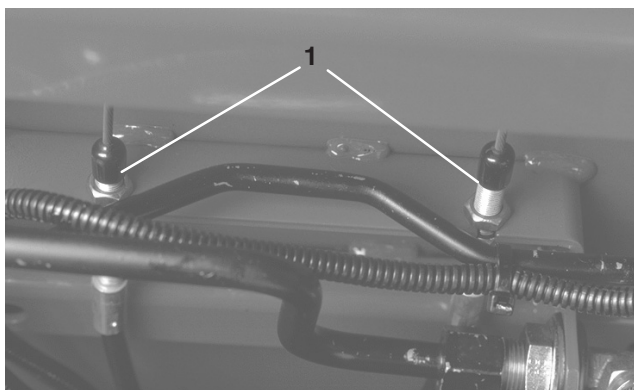

Figure 63
2. Pour réduire la garde aux pédales de frein, serrez les freins et desserrez l'écrou avant sur l'extrémité filetée du câble de frein (Fig. 63). Serrez ensuite l'écrou arrière pour ramener le câble en arrière afin d'obtenir une garde aux pédales de frein de 12,5 à 25 mm. Resserrez les écrous avant une fois que les freins sont réglés correctement.